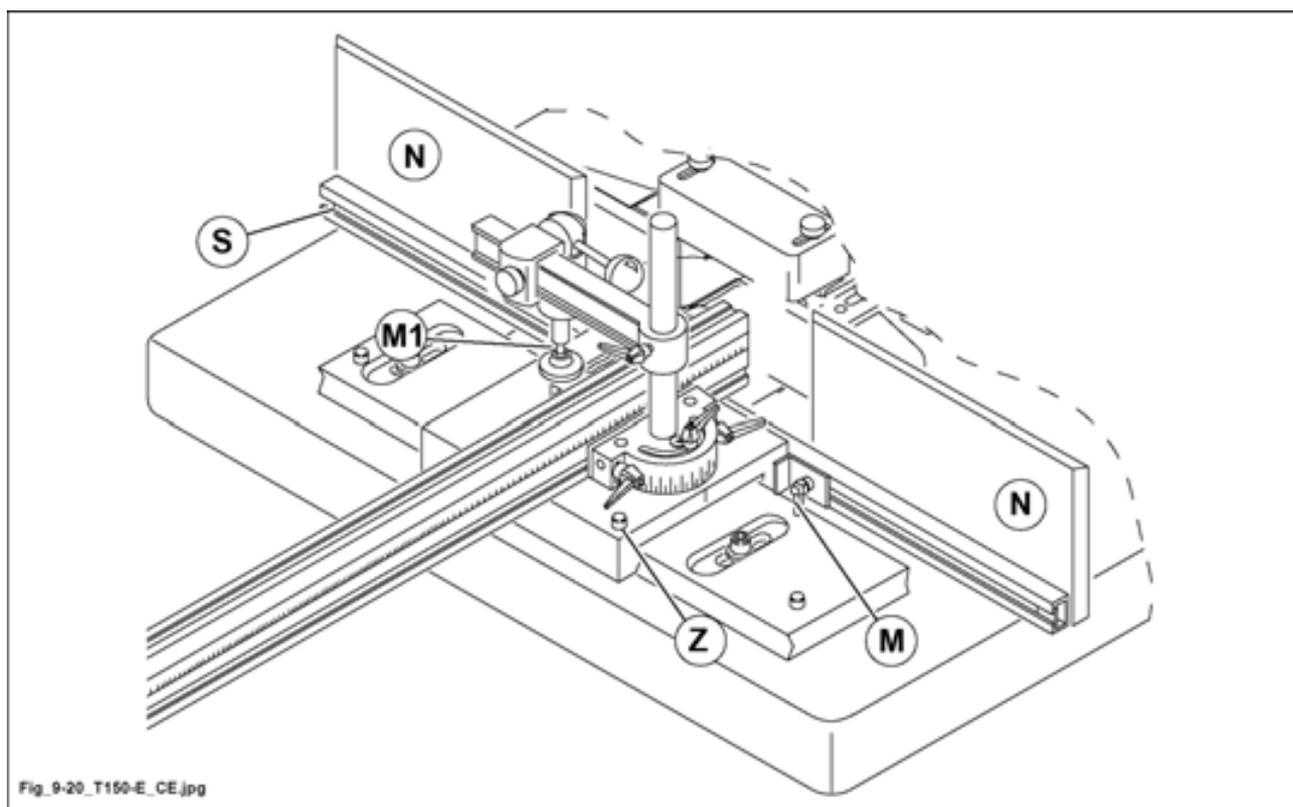

Fig. 9.20
ôter la vis (Z fig. 9.20) avant d'utiliser le chariot.
avant chaque usinage monter la hotte, régler la protection pour bras (N fig. 9.20) en la faisant coulisser dans la fente (S fig. 9.20) et en la fixant en position en serrant les poignées (M1 et M fig. 9.20) de manière à ce que, pendant la course prévue pour l'usinage, l'outil soit couvert en entrée et en sortie.
- Desserrer la poignée (H fig. 9.20) et appuyer la butée (T fig. 9.20-1) contre le bois, serrer la poignée.